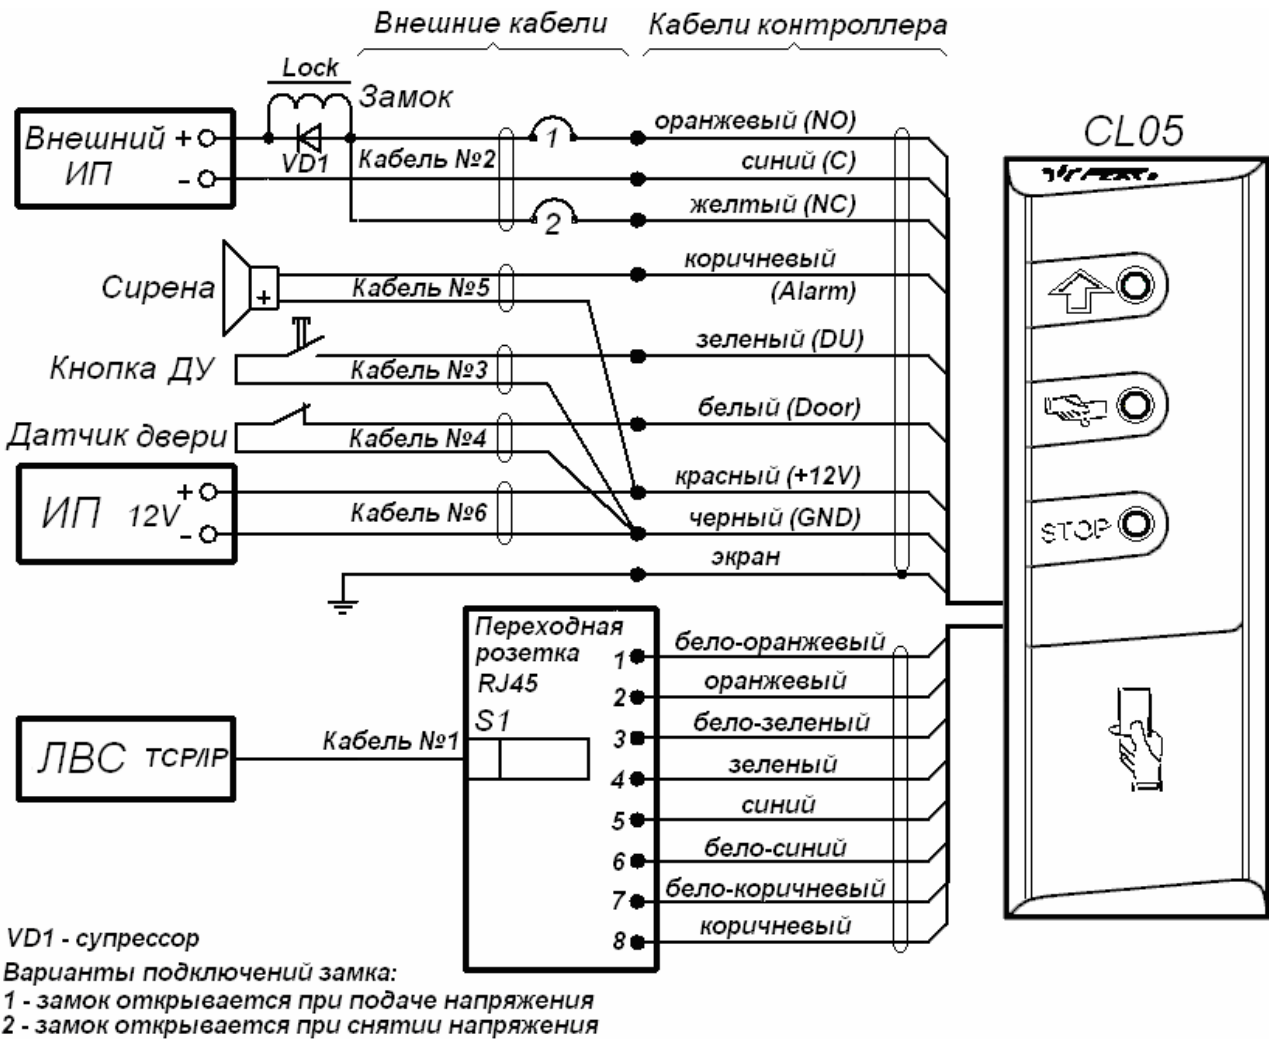

Рисунок 4 Схема подключений контроллера
- При подключении контроллера через PoE-сплиттер **PA1212** (см. рис. В.2 в приложении В) рекомендуется использовать только электромеханические замки, поэтому необходимо использовать именно диоды искрозащиты (**VD4** и **VD1** на рис. 4) типа 1N5819. Использование супрессора в этом случае **ЗАПРЕЩЕНО!**